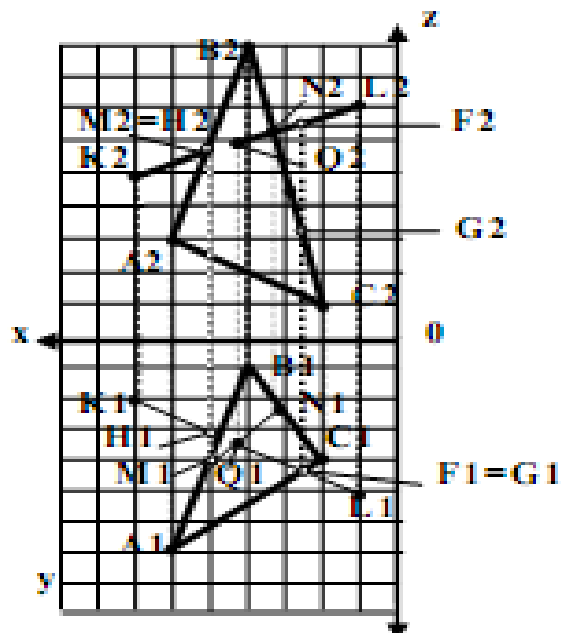

Рисунок 2.4 – Перетинання прямої з площиною
**2.3.4.** Визначимо точку перетинання прямих KL (координати точок K – 7,2,5; L – 1,5,7) і площини ABC (рис.2.4). Для вирішення задачі побудуємо допоміжну фронтально-проектну площину, яка проходить через K2L2. Знайдемо лінію перетинання цієї площини з площиною трикутника ABC – MN. Точка перетинання M1N1 з K1L1 – Q1 є точкою перетинання прямої KL з площиною ABC. Видимість (невидимість) відрізків прямої KL знаходимо методом конкуруючих точок M2=H2 на фронтальній і F1=G1 на горизонтальній проекціях.